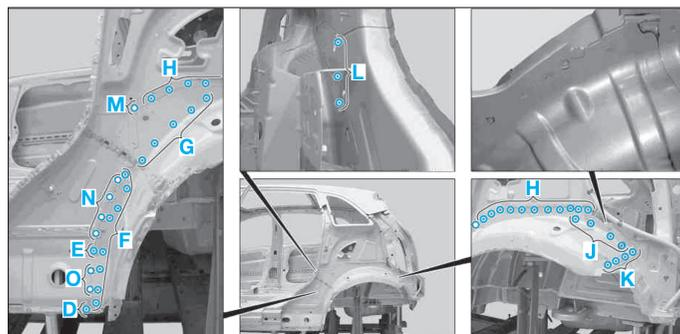

FIG. 108
- Relever la bride (1) (Fig.108).